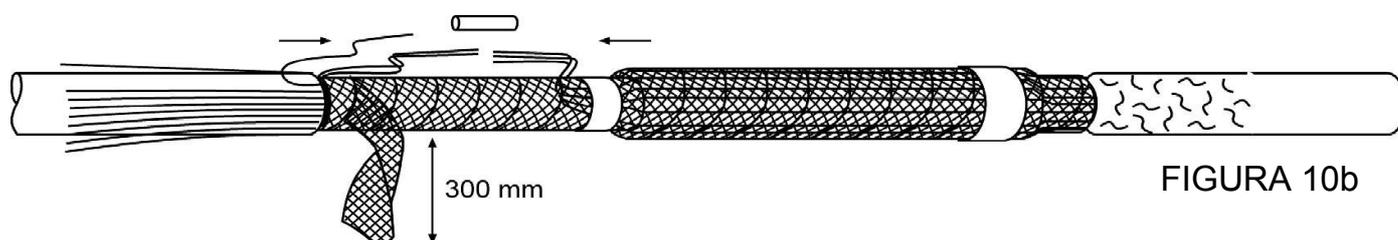

FIGURA 10b
Retornar os fios da MALHA DE ATERRAMENTO (2) na posição normal, ou seja, os fios devem ser distribuídos em toda a periferia da emenda e ser fixada com FITA ISOLANTE (7) como mostra a FIGURA 10b. Juntar a MALHA DE ATERRAMENTO (2) para a montagem da LUVA DE EMENDA DE ATERRAMENTO (20) e prensar a luva.